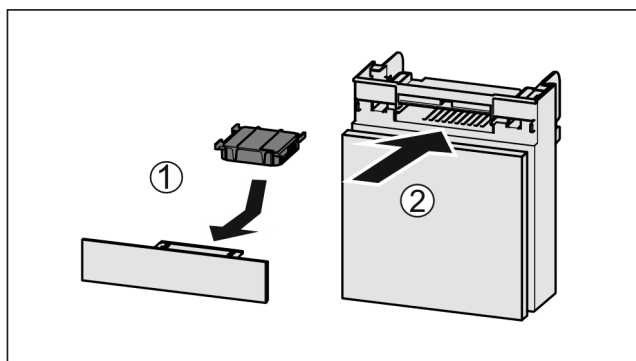

Fig. 100
- ▶ Поставете Fig. 100 (1) филтъра с активен въглен, както е показано на фигурата.
- ▶ Вкарайте Fig. 100 (2) отделениято.